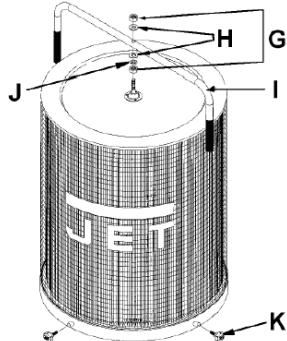

Рис. 9
Закрепите ручку (I, Рис. 9) 2 гайками (G), шайбами (H) и одной пружинной шайбой (J).
Для очистки фильтра поверните ручку (I, Рис. 9) несколько оборотов, застрявшая пыль осыпается в мешок для стружки.